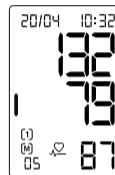

Abb. 1
- Nach dem Ende der Messung erscheinen im Display gleichzeitig der systolische und diastolische Blutdruckwert sowie darunter die Pulsfrequenz (siehe Abb.1).
- Neben den Messwerten erscheinen die Uhrzeit, das Datum, der zugehörige Benutzerspeicher **[1]** oder **[2]** sowie die zugehörige Speichernummer (z. B. **(M) 05**). Der Messwert wird automatisch dem angezeigten Benutzerspeicher zugeordnet. Solange das Messergebnis angezeigt wird, haben Sie die Möglichkeit, durch Drücken der **[1]**- oder **[2]**-Taste die Werte dem entsprechenden Benutzerspeicher zuzuordnen. Erfolgt keine Zuordnung, wird der Messwert automatisch im angezeigten Benutzerspeicher gespeichert. Anhand des Ergebnis-Indikators links im Display können Sie Ihr Messergebnis einordnen (siehe Tabelle Kapitel 3 Informationen zum Blutdruck).